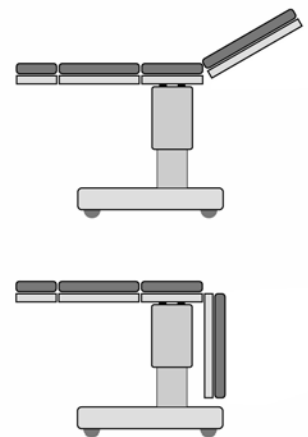

**Рисунок 11. Схема регулируемых положений стола.
Комбинируя наклоны секций, можно придать панели стола нужную конфигурацию (см. рисунок 11).
- смажьте все подвижные соединения панели стола тонким слоем технического вазелина либо светлым машинным маслом (Рисунок 11);